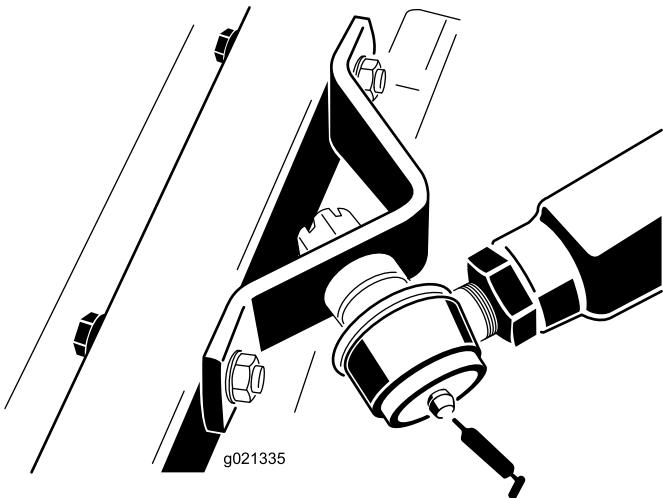

Figura 19
- giunti sferici del braccio di spinta destro e sinistro - 1 ciascuno (Figura 19)